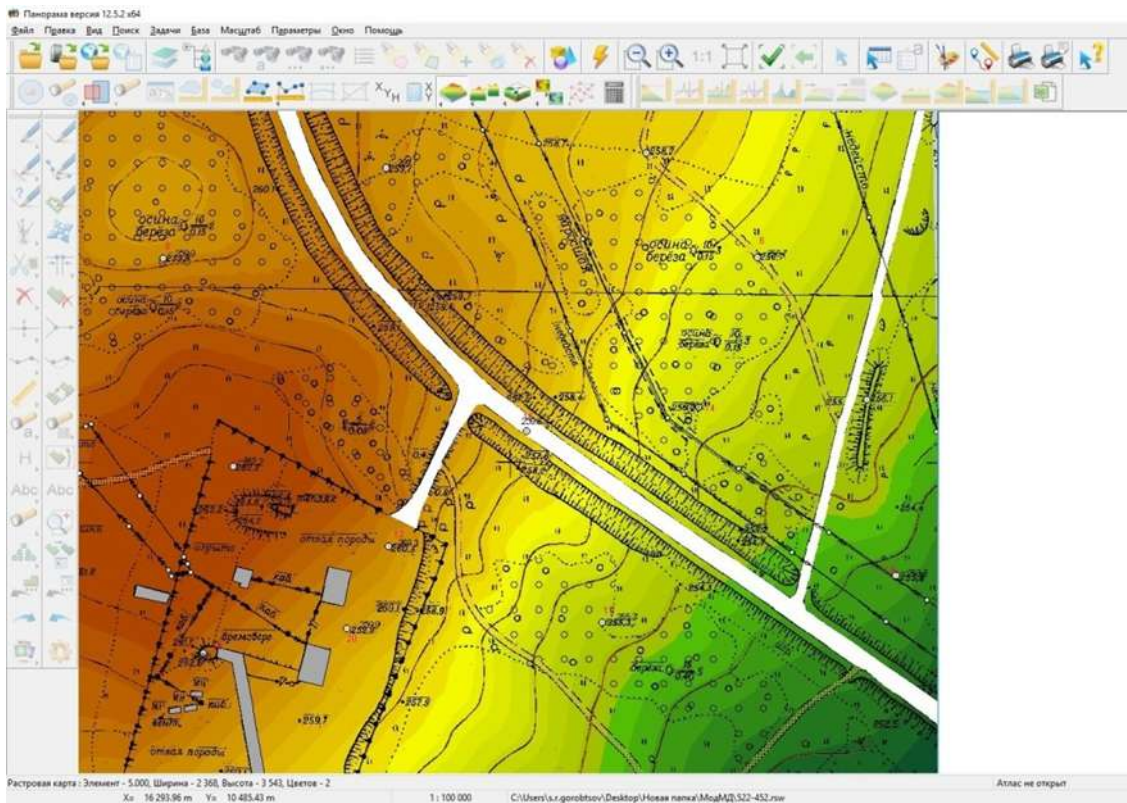

Рис. 13. Изображение ЦМР в виде TIN
3. Для создания ЦМР в виде TIN-модели выполнить команды: Файл/Создать/TIN-модель. После успешных действий на фрагменте плана появится изображение ЦМР в цветах (рис. 13).